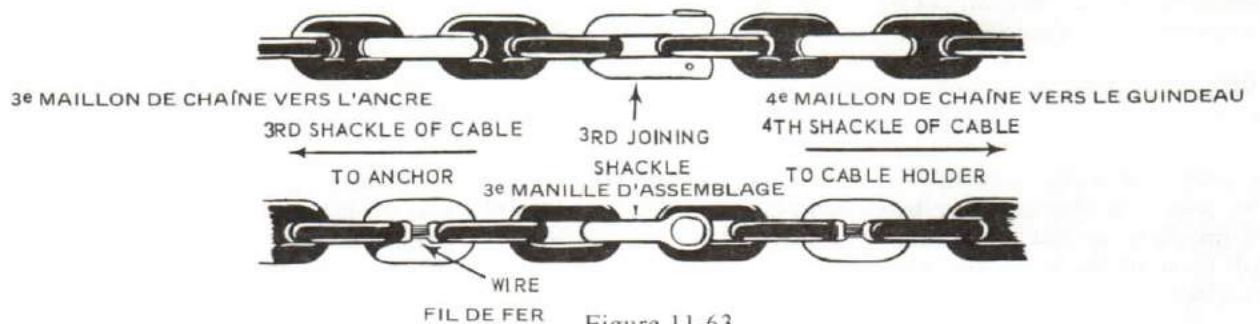

Figure 11-63
14. When anchoring, it is necessary to be able, at a glance, to tell how many shackles of cable have gone out. Cables are marked at the first studded link with a piece of wire around the stud of the first studded link, both before and after the joining shackle. At the second shackle the second studded link is wired and so on. The studded links which are so wrapped with wire are painted white. See Figure 11-63.
14. Au moment de jeter l'ancre, on doit pouvoir, d'un coup d'oeil, évaluer le nombre de maillons filés. Les chaînes sont marquées au premier maillon au moyen d'un morceau de fil de fer entourant l'étai de la première maille à étai, à la fois avant et après la manille d'assemblage. Au second maillon de chaîne, la deuxième manille à étai porte un fil et ainsi de suite. Les mailles à étai, ainsi marquées d'un fil, sont peintes en blanc (voir la figure 11-63).